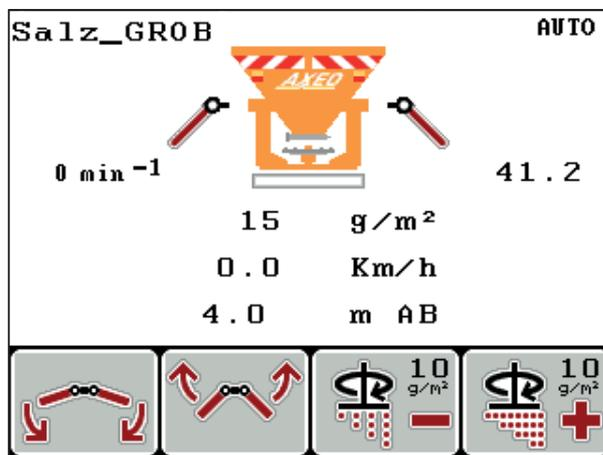

Bild 5.5: Symmetrisches Streubild
3. **L/R** Taste drücken bis beide Seiten gleichzeitig verstellbar sind (Siehe Bild 5.5)
Das symmetrische Streubild ist aktiv, sobald beide Seiten gleichzeitig verstellbar sind (Siehe Bild 5.5) und die Aktuatoren bis zu einer der Endschlagpositionen (unten oder oben) angefahren sind.